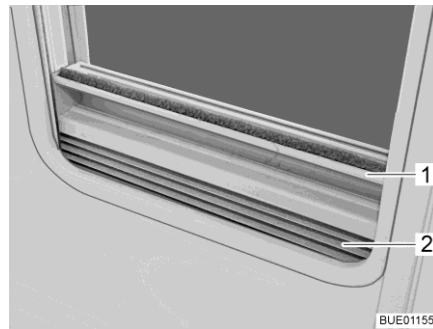

Bild 42 Faltverdunklung
- Schließen:** ■ Die Faltverdunklung (Bild 42,2) in der Mitte der Griffleiste (Bild 42,1) fassen, von unten nach oben ziehen und auf der gewünschten Höhe loslassen. Die Faltverdunklung bleibt in dieser Höhe stehen.